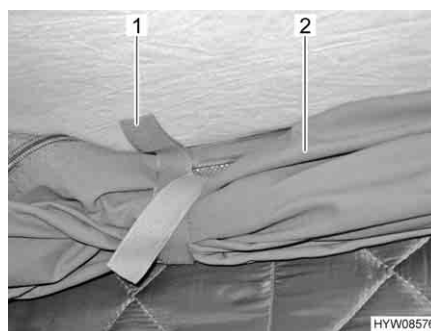

Fig. 18 Passanti di sostegno
- Staccare i passanti di sostegno (Fig. 18,1) che si trovano sul tessuto della tenda avvolto (Fig. 18,2).
- Avvolgere il tessuto della tenda (Fig. 18,2) e fissarlo con i passanti di sostegno (Fig. 18,1).